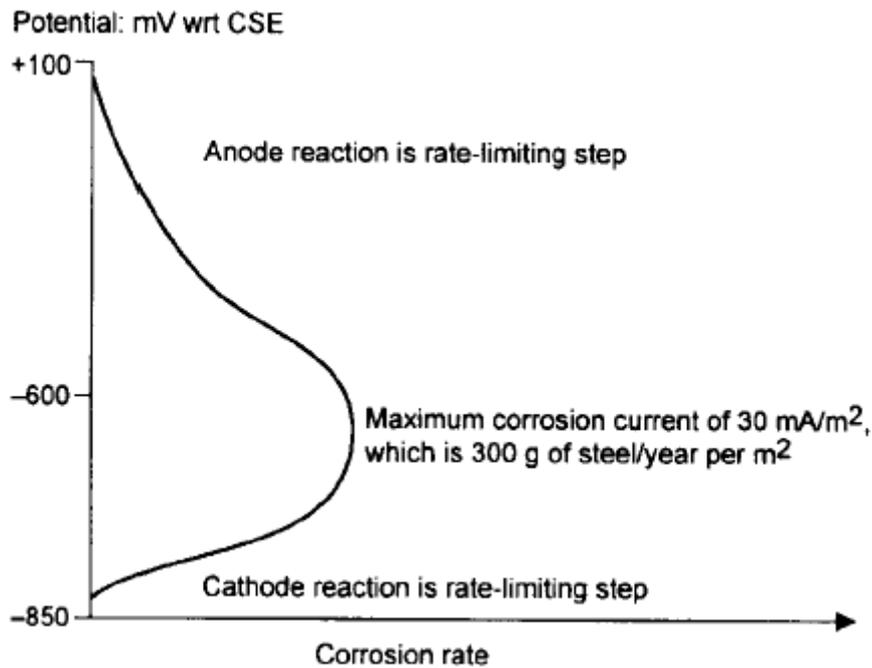

Fig 6: Relation entre le taux de corrosion et le potentiel relevé (à 20°C)
- Le taux de corrosion maximal se développe généralement à un potentiel de -600 mV (figure 6)